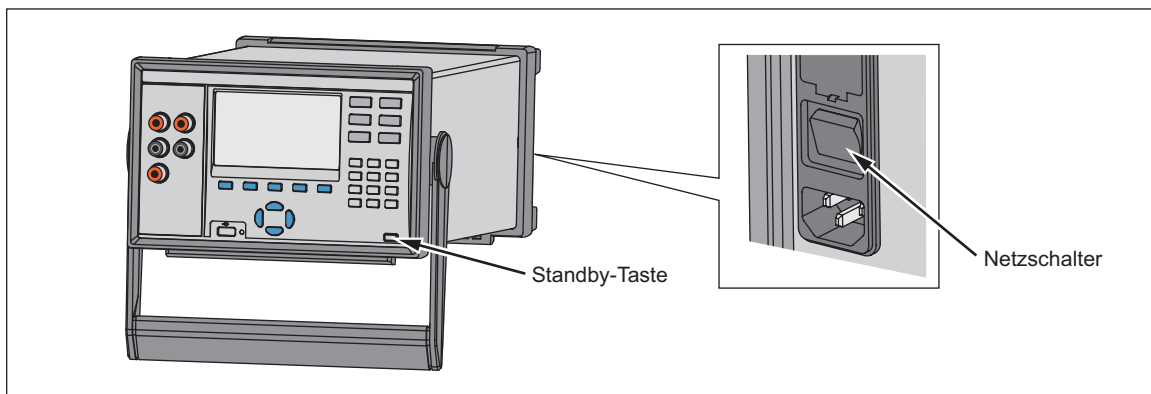

Abbildung 2-4. Netzschalter und Standby-Taste
Wie in Abbildung 2-4 gezeigt, besitzt das Produkt einen Netzschalter an der Rückseite, der die Spannungsversorgung zum Gerät schaltet, sowie eine Standby-Taste (⏻) an der Vorderseite, mit der das Produkt in den Standby-Modus geschaltet werden kann). Den Netzschalter auf die Position (I) stellen, um das Produkt mit Strom zu versorgen und einzuschalten. Nach dem Einschalten des Produkts wird ein Startbildschirm angezeigt, während das Produkt einen Selbsttest ausführt. Dieser Selbsttest kann bis zu 2 Minuten dauern. Wenn das Produkt Fehler erkennt, wird eine Fehlermeldung angezeigt, die einen kurze Fehlerbeschreibung sowie einen Fehlercode für die Fehlersuche enthält (siehe „Fehlermeldungen“ in Kapitel 7).